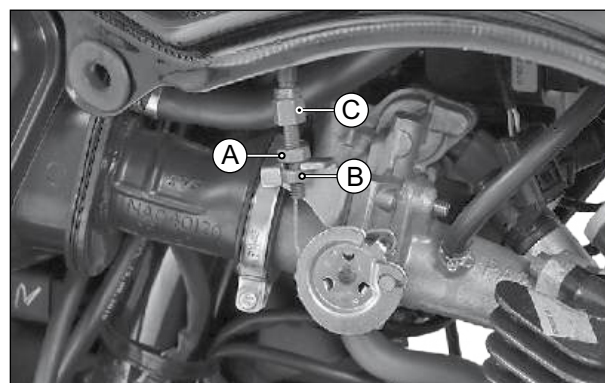

Fig. 2.32
- Caso a folga livre esteja fora do valor especificado, solte a contraporca (B), mantenha fixo o ajustador do cabo (C) e gire a porca de ajuste (A) para dentro ou para fora, até obter a folga especificada. Segure a porca de ajuste na mesma posição e aperte a contraporca. (Fig. 2.32)